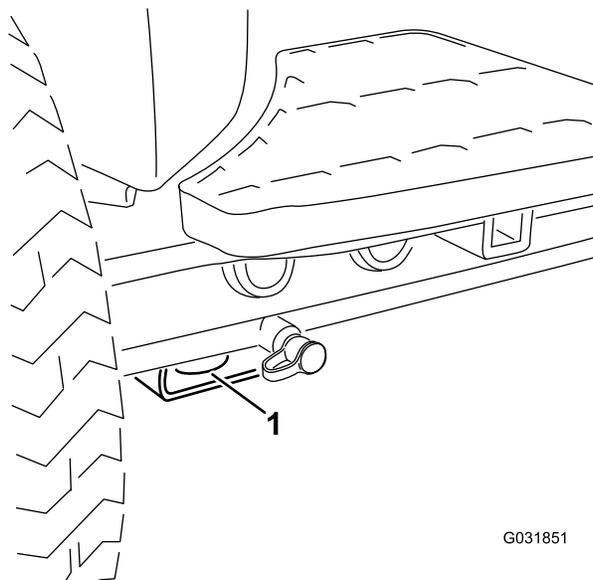

図 41
- 前各前輪の内側、アクスルチューブの下にある四角いパッド 図 41